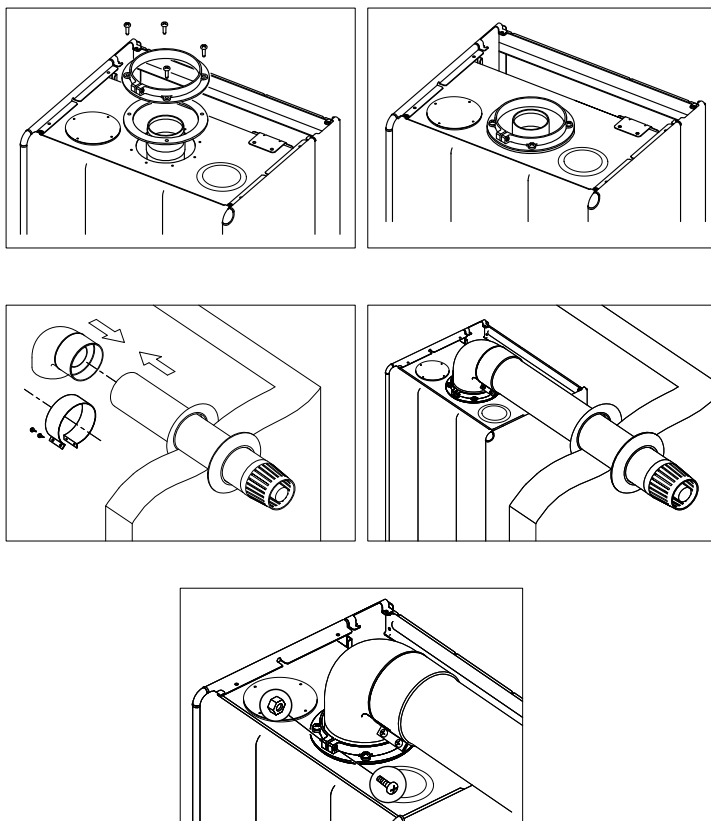

Рис. 9
- Используя уплотнитель фланца, закрепите винтами соединительный фланец дымохода в отверстиях на поверхности котла. (Рис. 9а-9б)
- Для компоновки терминала выхода дымохода, уплотнитель наружной стены (EPDM), как показано на (Рис. 9с), вставьте в терминал дымохода. После того, как терминал выхода дымохода будет вставлен в заранее сделанное отверстие в наружной стене, установить на терминал дымохода соединительный уплотнитель внутренней стены. К одному концу дымохода вашего котла, на который была установлена соединительная прокладка EPDM, присоединить колено 90°, а другой конец дымохода вставьте в терминал выхода дымохода, на соединительную прокладку EPDM установить хомут, слегка прикрутить винты (Рис. 9д). Затем, установить колено 90° на соединительный фланец дымохода и закрепить винтами (Рис. 9е). И наконец, после того, как вы затяните ранее установленные и незакрученные винты на прокладке EPDM, уплотнитель внутренней стены прижмётся к стене и таким образом, будет обеспечена герметичность между дымоходом и стеной.